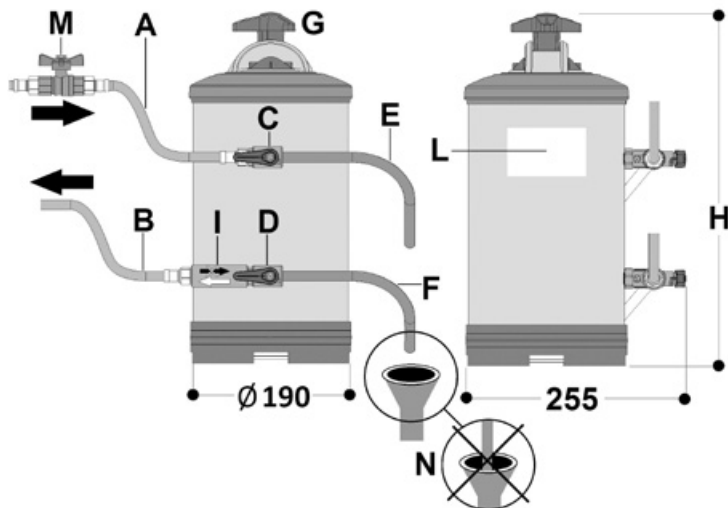

FIG. 1
**LEGENDA (fig. 1):**
**LEGEND (fig. 1):**
L'addolcitore è identificato dalle cifre in grassetto scritte in basso a sinistra sull'etichetta (fig. 1, L) dell'addolcitore attaccata sulla bombola, sull'imballo e nell'ultima pagina, sul retro di questo libretto.